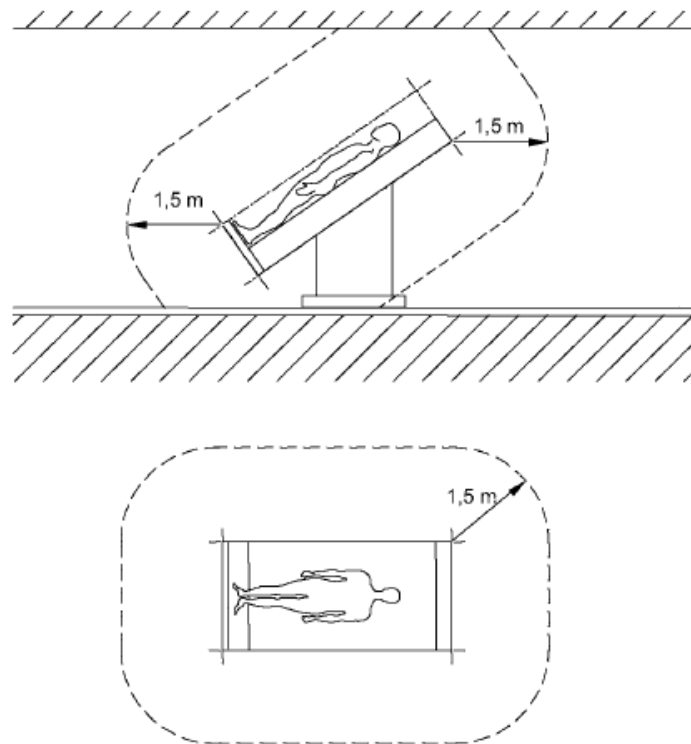

Fig. 1 Minimale omvang van de PATIËNTOMGEVING
- Verwijder met behulp van een plat gereedschap en zonder de verf van de bovenste afdekkingen te beschadigen de onderste afdekkingen van de afvoerbuizen ①, deze zijn onder druk geplaatst. Zie afbeelding 1.
- Verwijder nu met de hand de bovenste afdekkingen van het hoofdgedeelte ②, die ook onder druk staan. Zie afbeelding 1.